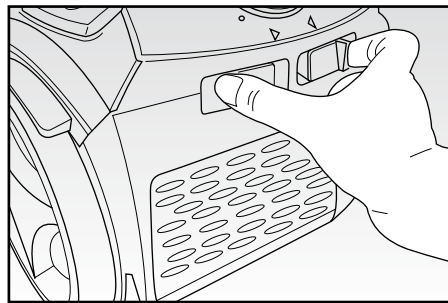

Fig. 9
- Agire sulle due levette ed abbassare lo sportellino situato nella parte posteriore dell'apparecchio (Fig. 9).